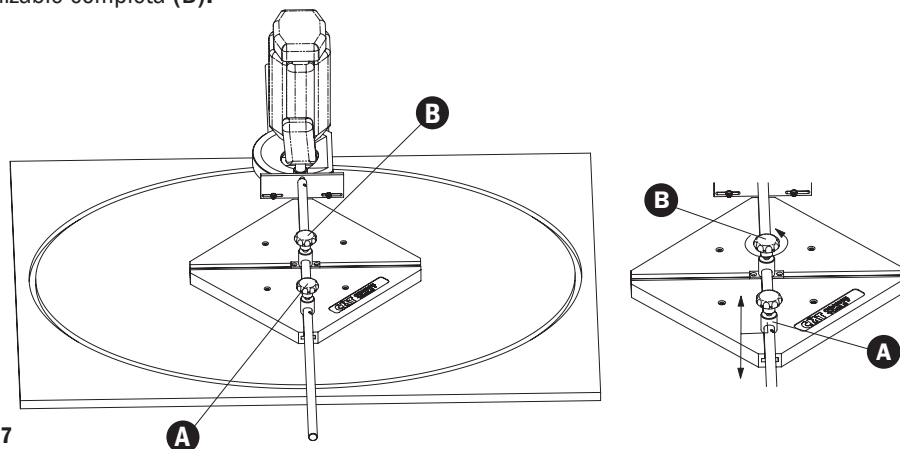

Fig. 7
(Fig. 7) Gire la electrofresadora de 90°. La estructura de plástico (1) no está girada, la guía deslizante completa (B) está en el centro de la estructura de plástico (1).